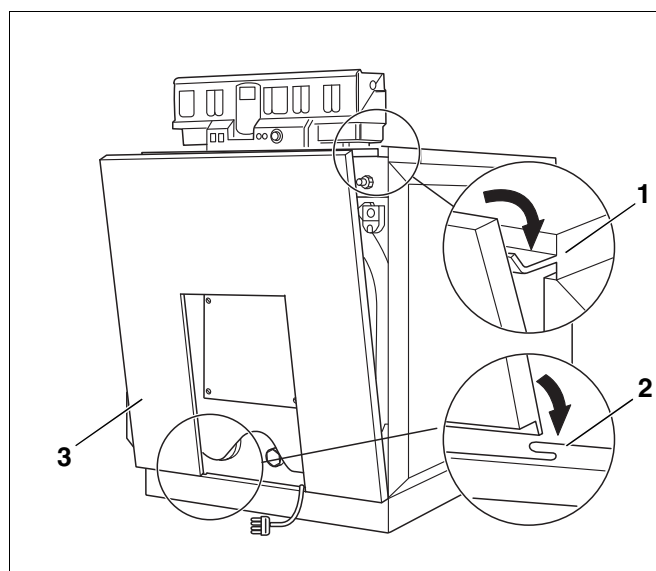

Рис. 41 Установка передней стенки
- Установить переднюю стенку (рис. 41, **поз. 3**) внизу в цоколь (рис. 41, **поз. 2**).
- Установить переднюю стенку в отбортовку передней крышки (рис. 41, **поз. 1**).